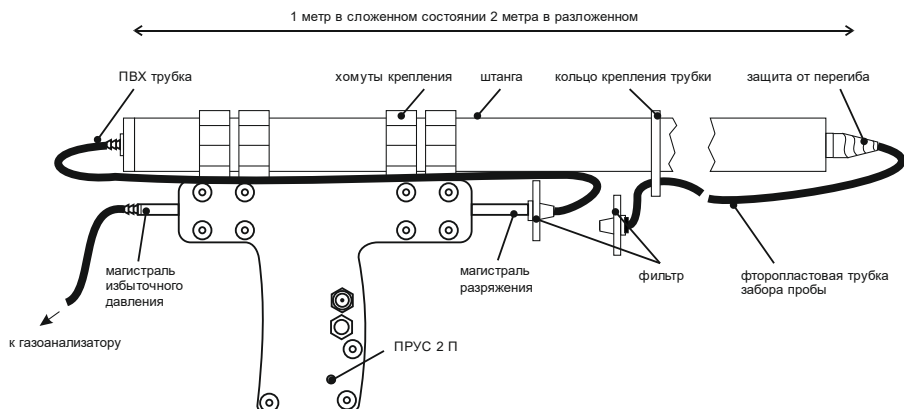

Рис. 1.
2.1 Установите ПРУС-2П на пробоотборник, используя хомуты крепления, и соедините все элементы как показано на рис. 1.
2.3 Подсоедините газоанализатор к магистрали избыточного давления (см. рис. 1).